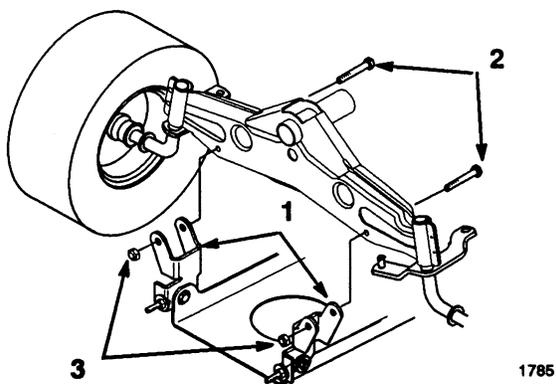

Fig. 43
5. Montare le staffe di articolazione del tosaerba sul ponte anteriore usando bulloni e dadi autobloccanti (Fig. 43).